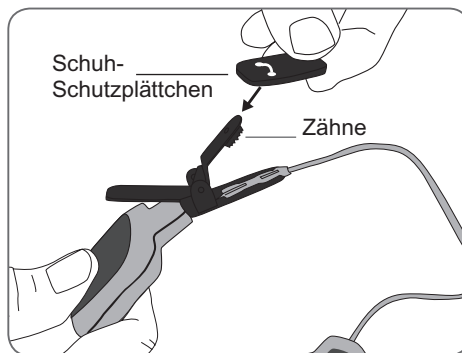

Abbildung 6-7: Abdeckung der Klammer mit dem Schutzplättchen
4. Sie können die Klammer am Sender auf Wunsch mit dem Schutzplättchen bedecken. (Siehe Abbildung 6-7.) Wenn die Klammer nicht bedeckt wird, können ihre Zähne den Schuh beschädigen.